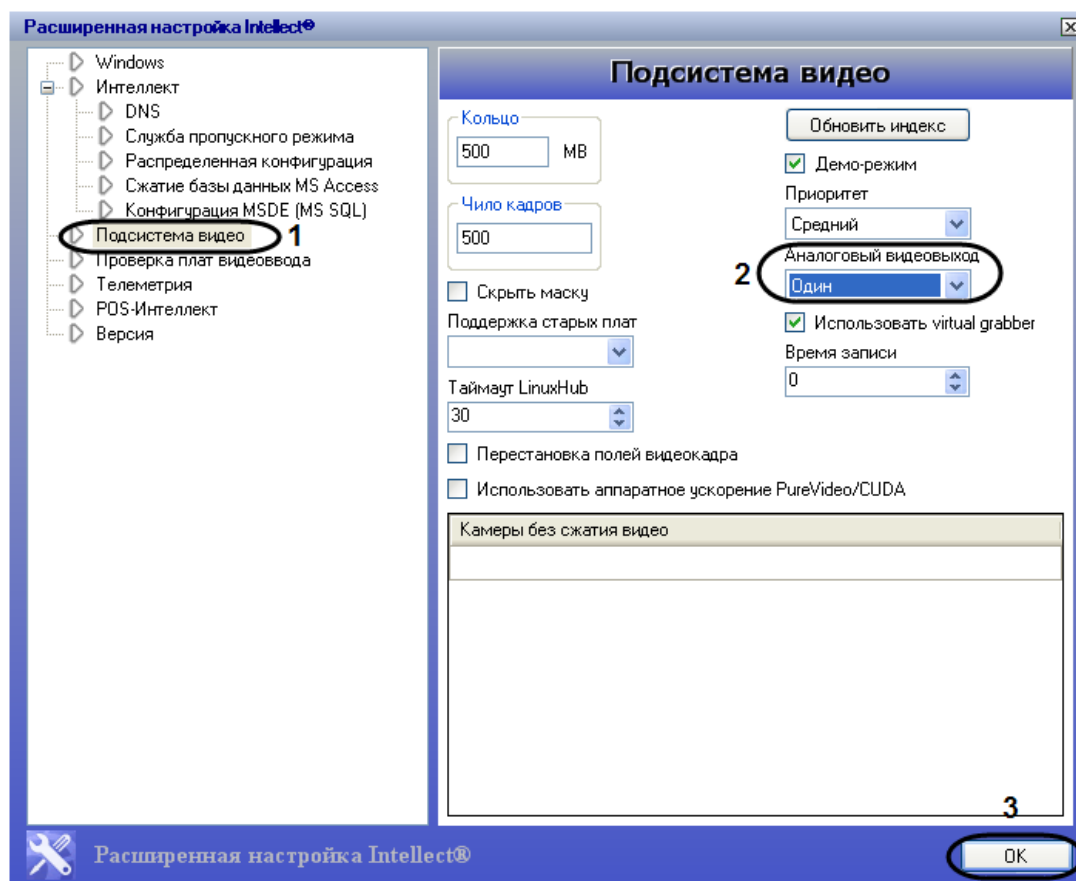

Рис. 3.1—8 Расширенная настройка Intellect. Изменение значения параметра «Аналоговый видеовыход»
2. Выбрать раздел «Подсистема видео» (Рис. 3.1—8, 1).
3. В списке «Аналоговый видеовыход» выбрать пункт «Один» для активации возможности вывода видеосигналов с видеокамер, подключенных к разным платам видеоввода, на один аналоговый монитор (Рис. 3.1—8, 2).
4. Для сохранения изменений нажать кнопку «OK» (Рис. 3.1—8, 3).